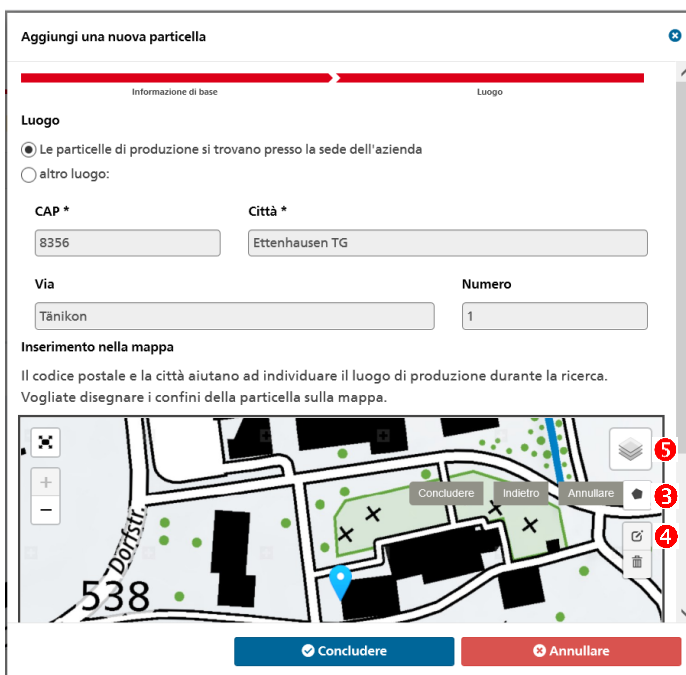

Figura 3: Vista per la registrazione di un nuovo campo aperto o di una nuova particella con tunnel
L'editor per disegnare una nuova particella si apre cliccando sul simbolo a forma di pentagono (Figura 3, 3). Con un clic del mouse si possono disegnare gli angoli del grafico. Per terminare il disegno di una particella, cliccare nuovamente sul primo punto. In questo modo la particella verrà salvata automaticamente. Altrimenti, potete cliccare sul pulsante grigio "Concludere". Il pulsante grigio "Indietro" cancella l'ultimo punto.
Il pulsante  apre l'editor per correggere gli angoli della particella (Figura 3, 4). I punti esistenti possono essere cliccati e spostati con il mouse. Ulteriori punti vengono visualizzati automaticamente in modo da poter specificare con maggiore precisione il confine della particella. Questa modifica deve essere salvata esplicitamente. Il pulsante "Annullare" rifiuta tutto senza salvare.
La veduta satellitare e le altre vedute possono essere aperte cliccando sull'icona  (Figura 3, 5). Inoltre, la mappa può essere ingrandita a schermo intero cliccando sull'icona  nell'angolo in alto a sinistra nella mappa.
La veduta satellitare e altre vedute possono essere aperte cliccando sull'icona  (Figura 3, ⑤).